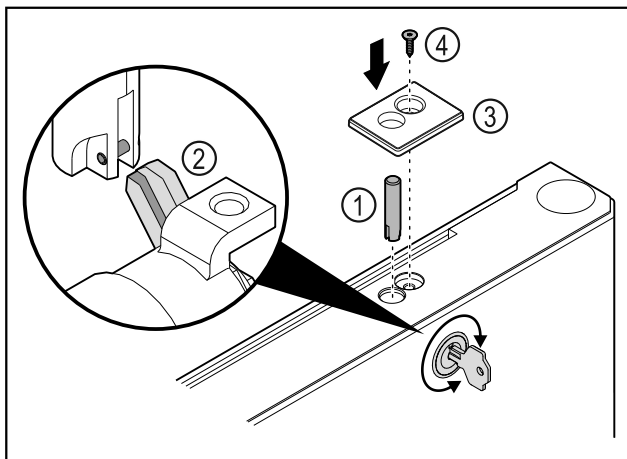

Fig. 42
- Įstatykite užrakto kaištį Fig. 42 (1).
- Šiek tiek pasukite užraktą, kad užrakto kaištis Fig. 42 (2) užsifikuotų užrakto plyšyje.
- Įstatykite dengiamąją plokštelę Fig. 42 (3).
- Įstatykite varžtą Fig. 42 (4).